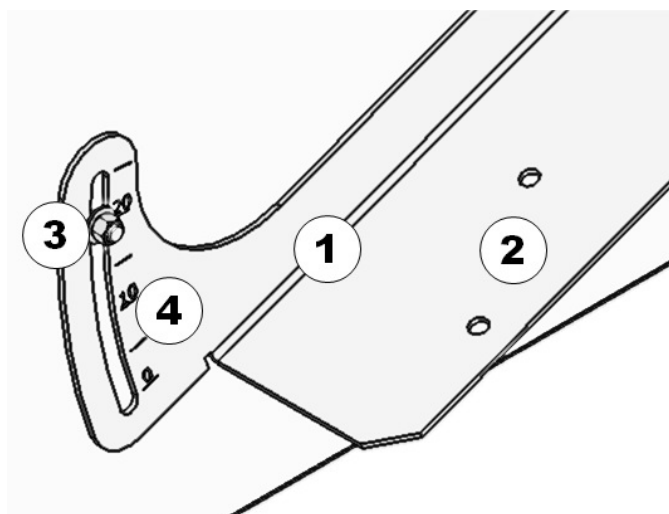

Abb. 8: Haltwinkel
2. ▶ Lösen der Befestigungsmutter ( Abb. 8 /3) auf einer Seite
3. ▶ Haltwinkel ( Abb. 8 /1) mittels Skala ( Abb. 8 /4) auf ermittelten Wert einstellen.